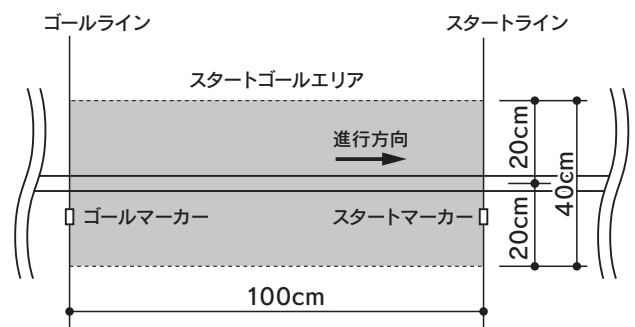

図2：スタート・ゴールエリア付近
- 2-5 スタートラインおよびゴールラインを周回コースの直線部分に置く。ゴールラインは、スタートラインの後方 1m に置く。ラインの進行方向右側のスタートラインとゴールライン上には、それぞれスタートマーカーとゴールマーカーが定められた位置に貼付される。(図 2、3 参照)